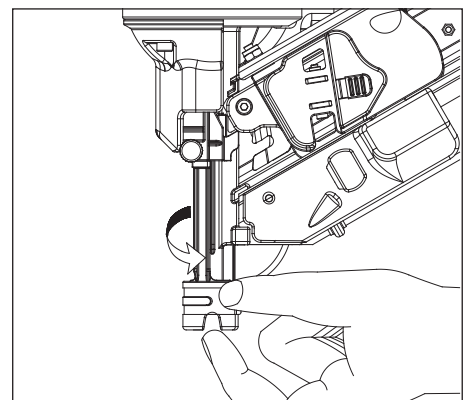

Figure 12 - Adjuster le pénétration
4. Tourner la PC d'un quart de tour à sa position originale comme indiqué. Voir la figure 12.